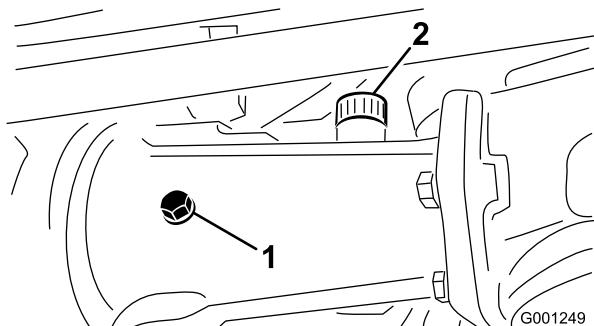
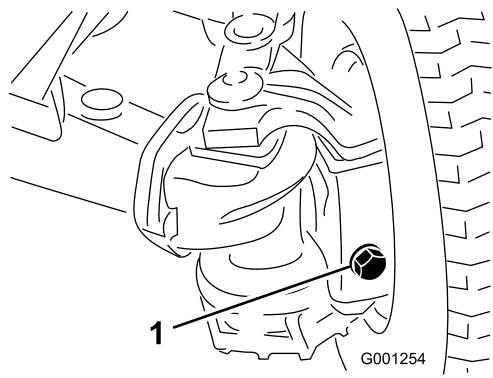

図 26
図 27
2. 点検プラグを取り、オイルが各穴の下の縁まであることを確認する。量が不足している場合は、給油プラグを外し、点検プラグ（図 26と図 27）の穴の下の縁まで補給する。